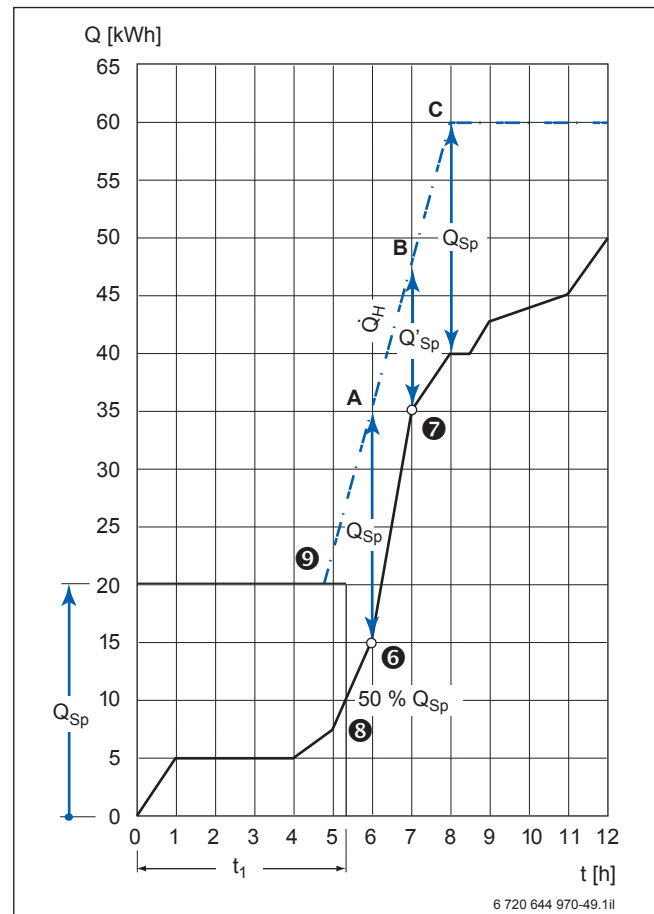

Bild 62 Konstruieren der Heizlinie im Wärmeschaubild
Die Speicherkapazität Q_{Sp} ist entsprechend dem kurzzeitigen Spitzenbedarf zwischen den Bedarfspunkten ⑥ und ⑦ aus dem Wärmeschaubild Bild 62 gewählt und beträgt:
Bei einer gewählten Speichertemperatur $\vartheta_{Sp} = 60 \text{ °C}$ und der Zapftemperatur $\vartheta_{WW} = 40 \text{ °C}$ darf die Speicherkapazität nicht unter $Q'_{Sp} = 12 \text{ kWh}$ abfallen. Damit liegen die Punkte A und B fest (→ Bild 62).
Die benötigte Speicheraufheizleistung (Dauerleistung) ist mit Hilfe der Grundformel 73 (→ Seite 184) aus den Kapazitätswerten des Gesamtbedarfs (→ Bild 62, Punkt C) und der vollständigen Entladung des Speichers (Punkt A) sowie den dazugehörigen Zeiten zu berechnen: